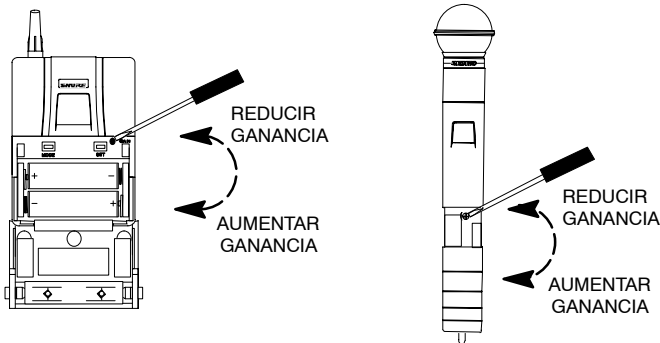

FIGURA 47
AJUSTE DEL NIVEL DE GANANCIA DE AUDIO DEL TRANSMISOR (FIGURA 47)
Empiece utilizando la posición fijada en fábrica (-6 dB), la cual sirve para la mayoría de los casos. Si el valor de ajuste de la ganancia del transmisor U1 (vea la Figura 47) no es suficiente, gire el control del *atenuador* de la manera siguiente:
3. Vuelva a ajustar el potenciómetro de ganancia de manera que el LED rojo de « Audio » de los receptores U4 destelle ocasionalmente, cuando se producen los picos máximos de señal durante la ejecución (vea la Figura 47).